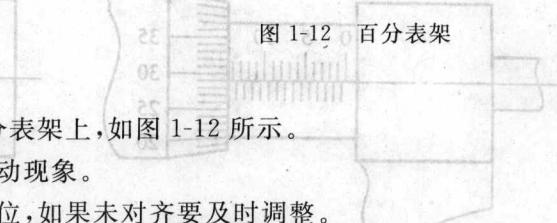

图 1-12 百分表架
1. 百分表使用时应装在专用的百分表架上, 如图 1-12 所示。